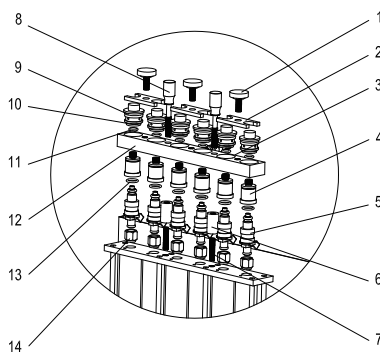

Fig. 07
- Monteer de brandstofverdeler en de injector op de houder van de brandstofverdeler met de juiste stelschroef en kartelmoeren, en draai twee stelschroeven (zwart) vast. Zie Fig. 07.